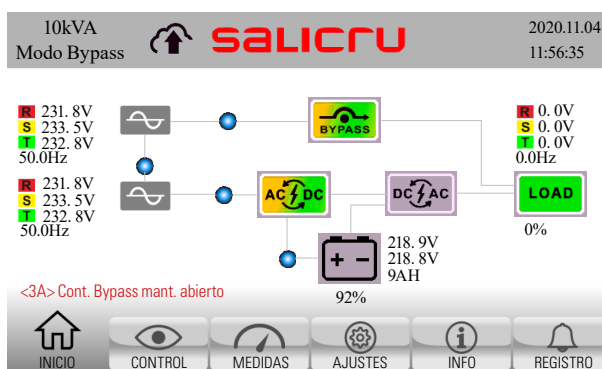

Fig. 58. Pantalla principal del Panel de Control con advertencia de contacto bypass manual abierto.
4. El equipo informa, a través de la pantalla principal, del estado actual con la advertencia <3A>"Cont Bypass mant. Abierto". Ver Fig. 58.
7. Comprobar que el SAI suministra tensión a la Salida por el interruptor de bypass de mantenimiento y por el bypass estático simultáneamente: verificar que el SAI esté en modo bypass y la alarma <3A> presente "Cont Bypass mant. Abierto", y el sinóptico en la pantalla principal del panel de control como el que se muestra en Fig. 58.